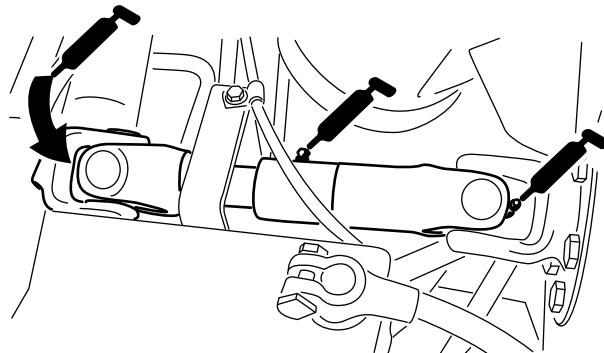

Figure 29
- Joint de cardan d'arbre d' entraînement de pompe (3)—Figure 29